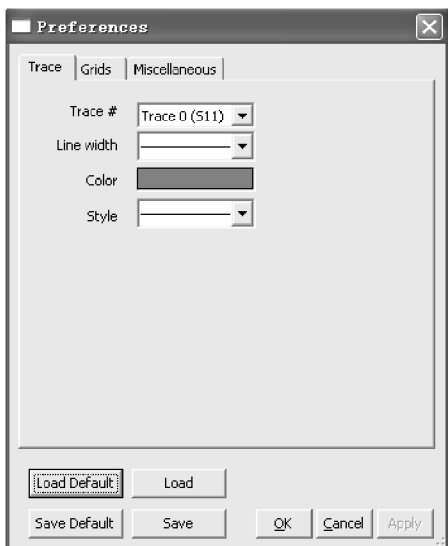

图 3-55 Preferences 对话框
① Re/Im（实部/虚部）：以直角坐标模式显示参数。
② Mag/Ph（Degs）（幅度/相位）：以极坐标模式显示参数。
③ dBMag/Ph (Degs) (dB 数/相位): 选项设定以分贝的极坐标模式显示参数。
① Scale: 选择纵轴刻度。
② Auto Scale: 由程序自动调整刻度。
③ Set up: 选择显示窗口数据显示的模式, 单击该按钮后, 将出现如图 3-55 所示的 Preferences 对话框。
a. Trace 标签: 如图 3-55 所示, 用来设置曲线的属性。在 Trace# 栏内选择所要显示的参数曲线, 在 Line width 栏内选取曲线线宽, 在 Color 栏内指定曲线的颜色, 而在 Style 栏内选择该曲线的样式。